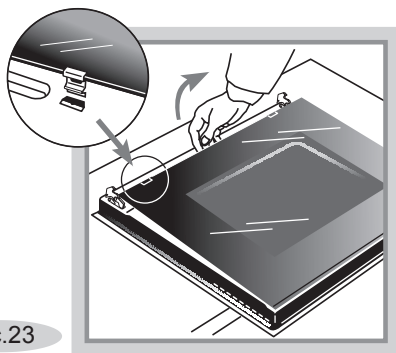

Рис.23
- Чтобы помыть стекла дверцы со всех сторон, **внутреннее стекло можно легко снять**. Для этого потяните за край стекла, как показано на рис. 23